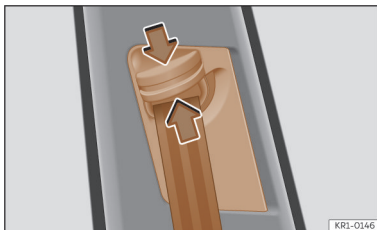

Fig. 24 Junto aos bancos dianteiros: regulador da altura do cinto.
- Mantenha pressionado o dispositivo-guia no sentido da seta >>> **Fig. 24**.